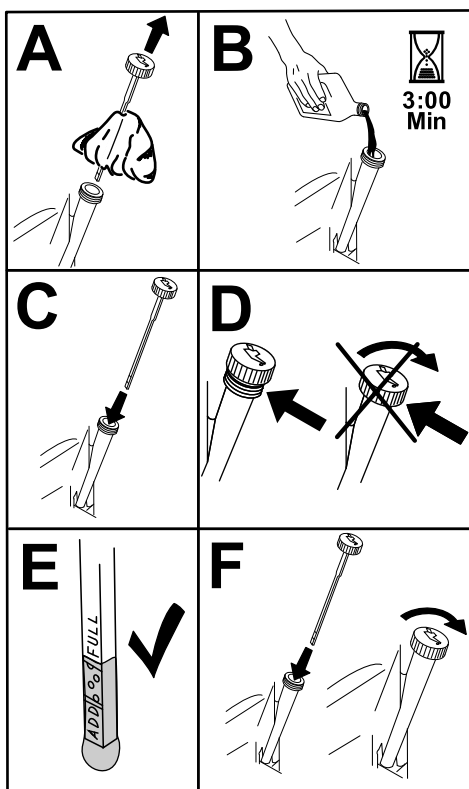

Figura 48
6. Vierta lentamente un 80% aproximadamente del aceite especificado por el tubo de llenado, luego añada lentamente el resto del aceite hasta que llegue a la marca de Lleno (Figura 48).